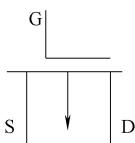

图 5-84 耗尽型 P 沟道绝缘栅场效应晶体管电路符号
7. 耗尽型 P 沟道绝缘栅场效应晶体管电路符号 (见图 5-84)